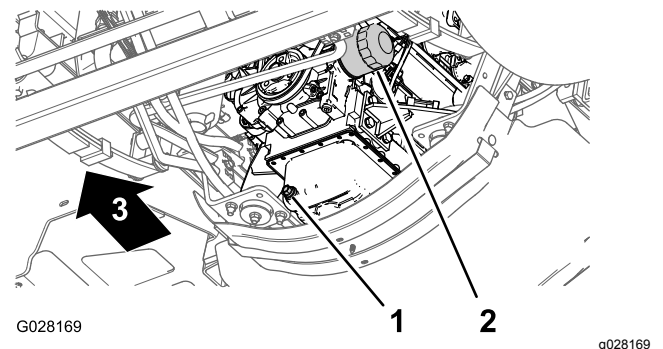

Figure 71
3. Placez un bac de vidange sous le filtre à huile moteur (Figure 71).
4. Retirez le filtre à huile usagé (Figure 71).
8. Posez le filtre à huile sur l'adaptateur et vissez le filtre dans le sens horaire jusqu'à ce que le joint en caoutchouc touche l'adaptateur, puis serrez encore le filtre de 1/2 tour (Figure 71).
1. Placez un bac de vidange sous le bouchon de vidange (Figure 71).
2. Enlevez le bouchon de vidange (Figure 71) pour permettre à toute l'huile de s'écouler.